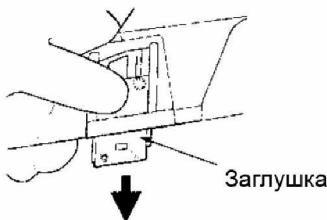

Рис. 16.
- Надавите пальцем на заглушку, расположенную с правой стороны крышки цилиндра, и снимите ее. См. Рис. 16.